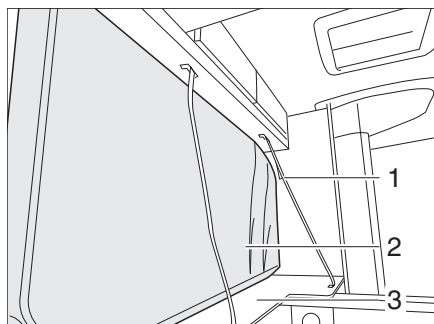

Bild 41 Abbau Variante 1
- Lattenrost aus der Arretierung heben und auf der Blende (Bild 41,3) aufstellen.
- Die Polster, Matratzen und Lattenroste (Bild 41,2) nebeneinander stellen.
- Alles mit dem Gurt (Bild 41,1) sichern.